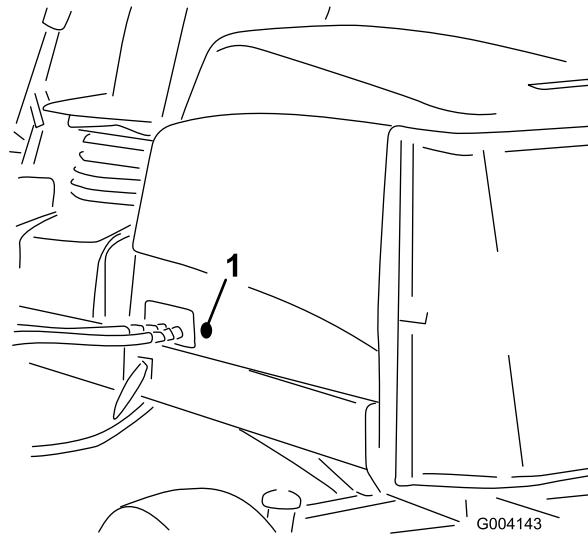

図 5
- フードの左側についているゴム製のハトメを取り外す図 5。